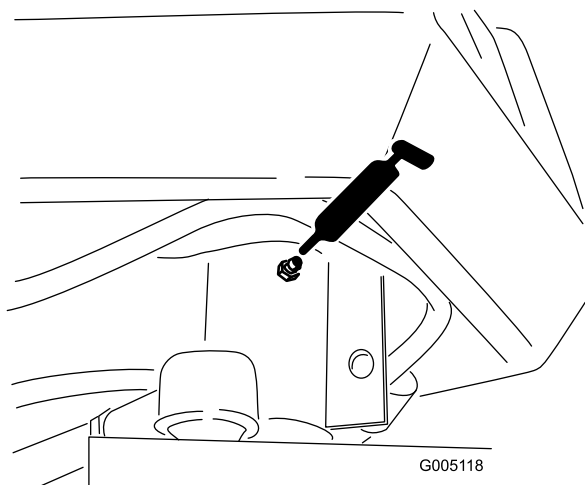

図 25
- ・ ステアリング・フォークのシャフト：1か所 (図 25)